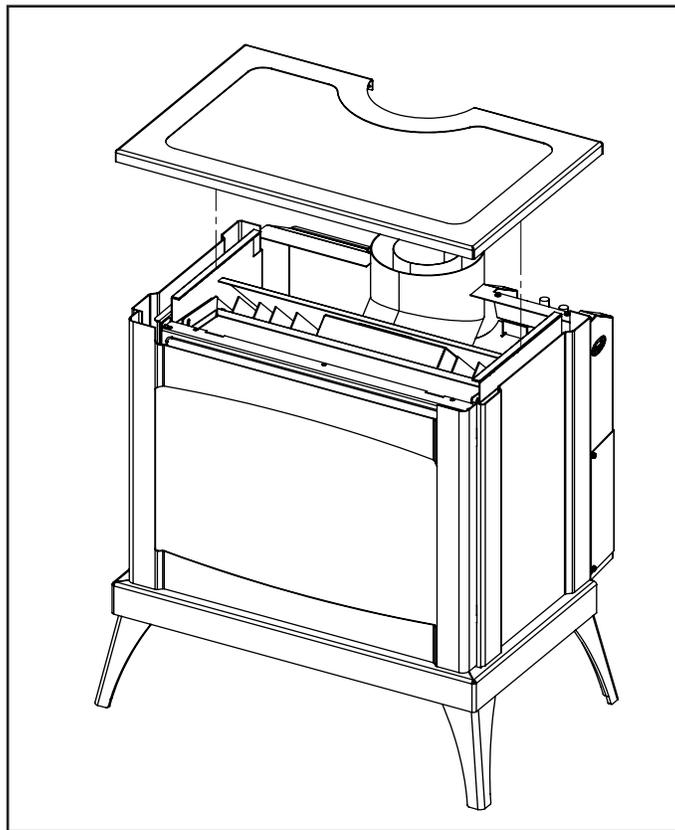

Figure 44: Suppression de dessus du foyer
1. Retirez délicatement le trépied et la cuisinière. Placez sur une surface douce pour ne pas endommager les finitions de porcelaine (voir Figure 44).